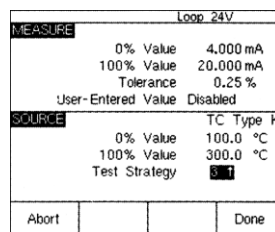

图 6
7、此时按 “As Found” 功能键, 屏幕显示如下图 (图 6)。按 “Done” 功能键, 此时你看到有 “Abort”, “Auto Test”, “Manual Test” 三个功能以及输入/输出同时显示的屏幕。(图 7)